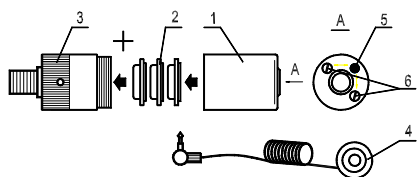

Рис.1. Лазерный целеуказатель ЛЦУ-ОМ-2
- * соответствие заводского номера лазерного целеуказателя (рис.1, поз.7) номеру, указанному в п. 9 паспорта;
- последовательным вращением регулировочных винтов 6 (рис.1) добиться совмещения пятна с точкой прицеливания, кратковременно включая ЛЦУ с помощью кнопки включения 4. Вращение регулировочных винтов 6 приводит к перемещению светового пятна в двух перпендикулярных направлениях.